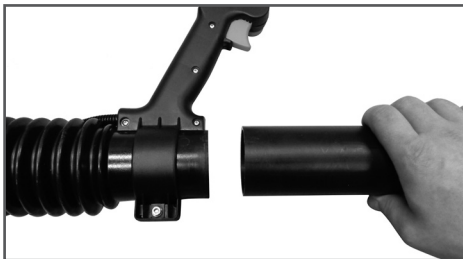

Рис. 5 Установка трубы напорной
3. Вставьте первую напорную трубу гладким концом в гибкую трубу на глубину гладкого участка гибкой трубы (Рис. 5).